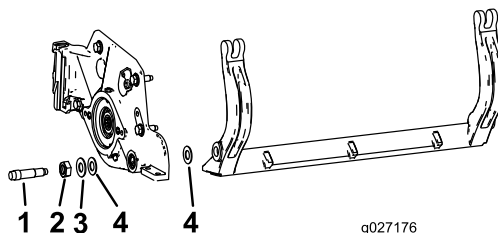

图26
**注意：** 取下底刀架（图26）各端的 2 个尼龙和 1 个冲压钢垫圈。
**注意：** 将尼龙垫圈放在侧板凸起的两侧。在两个尼龙垫圈的外侧各放一个钢垫圈（图26）。